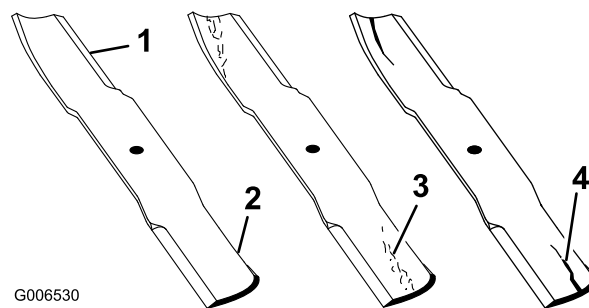

Figura 31
2. Verificate accuratamente i taglienti, con particolare attenzione ai punti d'incontro delle sezioni piatta e curva della lama (Figura 31). Sabbia e materiali abrasivi possono consumare il metallo che connette le sezioni piatta e curva della lama, per cui si consiglia di controllare la lama prima di usare la macchina.
Se notate che la lama è consumata (Figura 31), sostituirla; vedere Rimozione della lama.
Se continuate ad usare la lama usurata, si forma una scanalatura tra la costa e la sezione piatta della lama (Figura 31). Alla fine, un pezzo di lama può staccarsi e venire lanciato dal sottosocca, con il rischio di ferire gravemente voi o gli astanti.